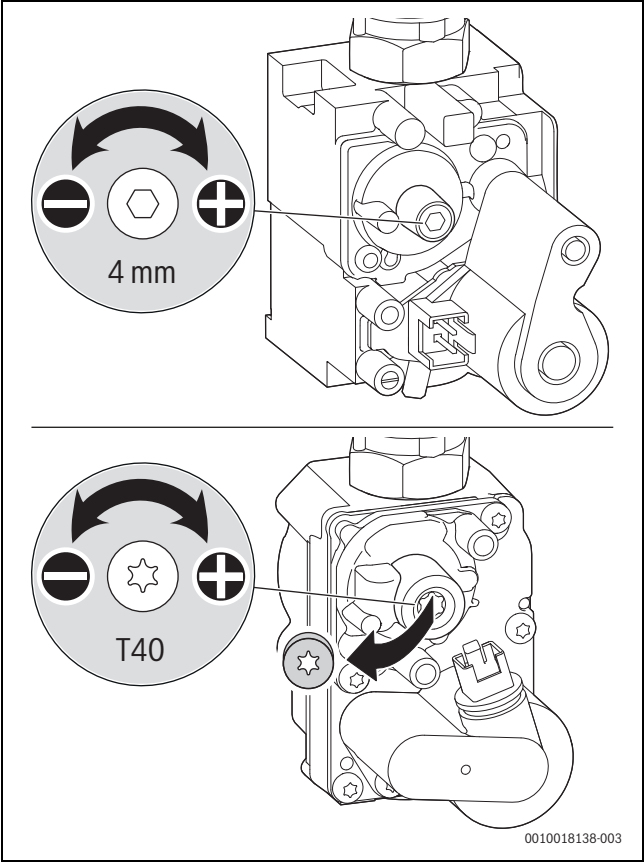

Fig. 37 Ajustar o teor de CO₂ ou de O₂
- ▶ Remover o selo de chumbo do parafuso de regulação do dispositivo de controlo do gás (apenas para dispositivos de controlo do gás inferiores na fig. 37) e ajustar o teor de CO₂ ou de O₂ para a potência calorífica nominal mínima.